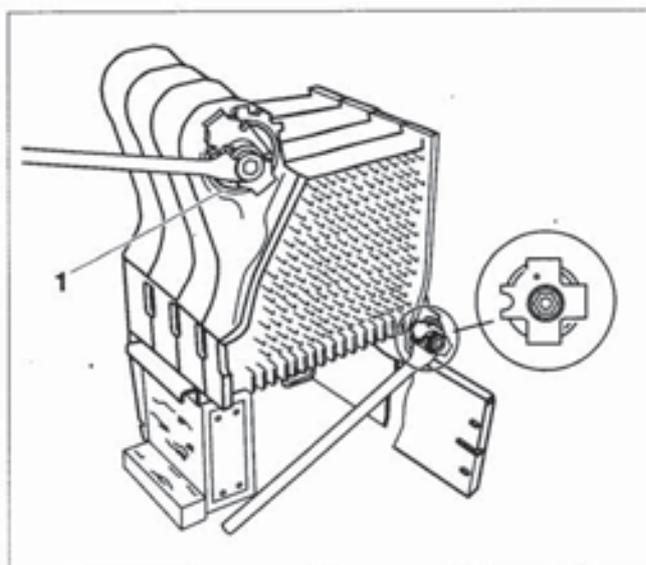

Abb. 14 Logano GE434
- Setzen Sie immer zuerst das Presswerkzeug an der oberen, großen Kesselnabe an (Abb. 14, Pos. 1).